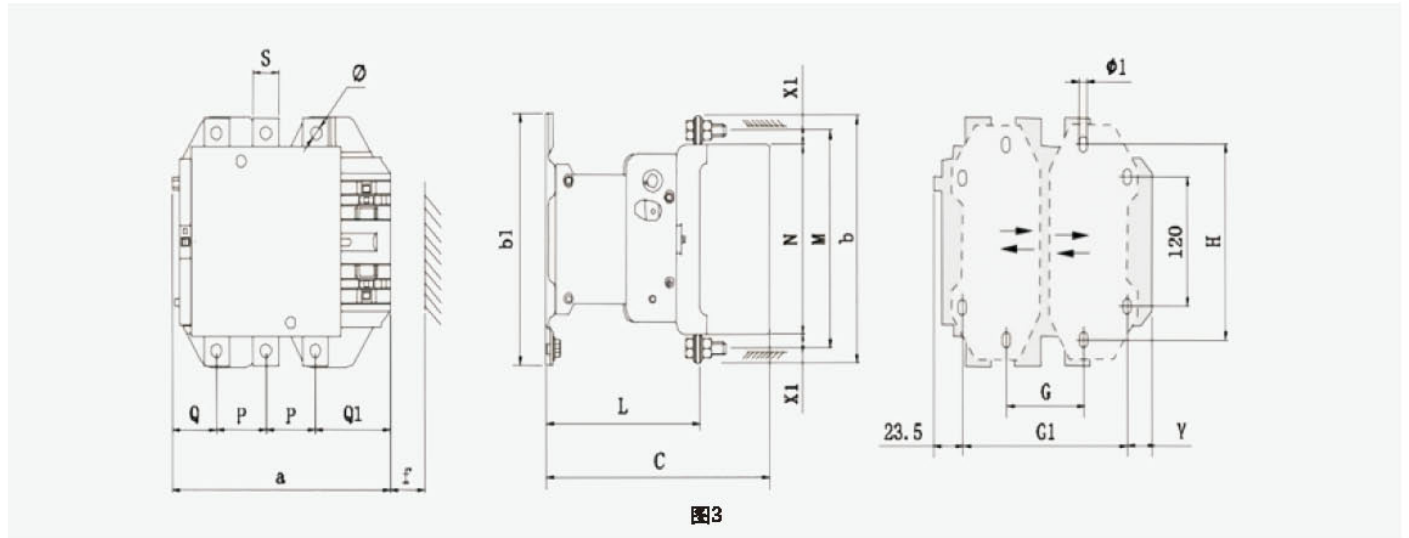

图3
c) HSC2-400、500的外形及安装尺寸见图3、表7。